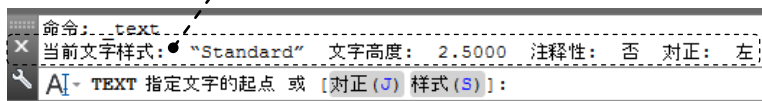
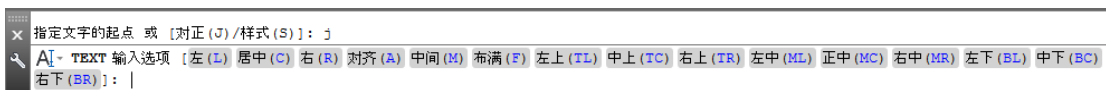

图 7.1.8 命令行提示（一）
图 7.1.9 命令行提示 (二)
Step2. 指定文字的起点。此时命令行的提示如图 7.1.8 所示，可在绘图区的任意一点 A 处单击，这样点 A 便是文字的起点。
在图 7.1.8 所示的命令行提示下, 如果选择 **对正(J)**, 则系统的提示信息如图 7.1.9 所示, 选择其中一种选项, 即可设置相应的对正方式。下面分别介绍各选项。